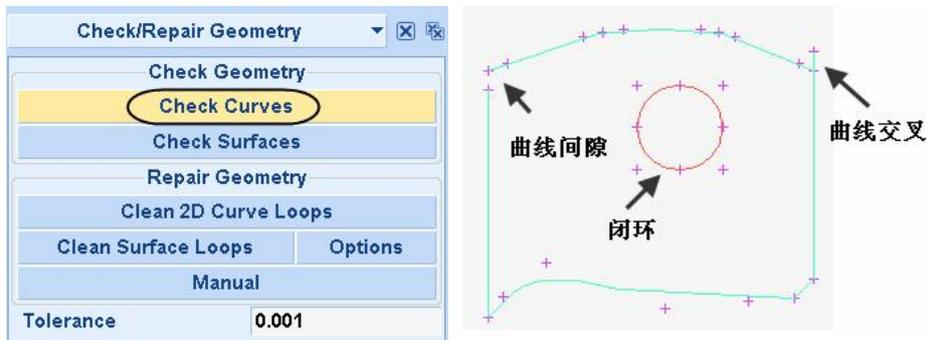
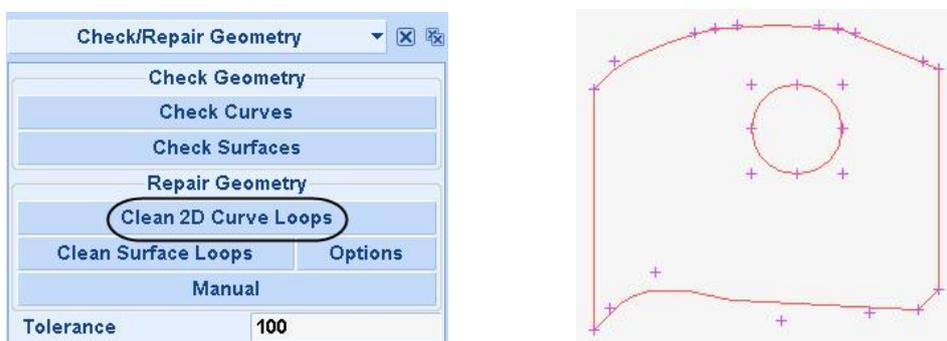

图 3-21 Check Curves 菜单及应用示例
图 3-22 Clean 2D Curve Loops 菜单及应用示例
**Check Curves (曲线检查)：**检查指定曲线的拓扑。系统会给出外环曲线的段数、闭合曲线的环数、开环曲线的数目、曲线的最小和最大边长。如果曲线依附于曲面，曲线在曲面参数空间的长度也会给出。Check Curves 菜单及应用示例如图 3-21 所示。在使用 Check Curves 命令时，Tolerance 应该尽量设置比较小的值，这样就会把很小的间隙或者交叉检查出来。图 3-21 右图所示的曲线存在间隙和曲线交叉。
Clean 2D Curve Loops (清除二维短线): 选用此命令删除长度小于给定误差的曲线，并闭合小间隙。菜单按钮如图 3-22 左图所示。对图 3-21 所示的开环曲线进行多余曲线的清除或间隙的闭合修复工作。注意此时需要调整容差，保证有问题的曲线可以被合并、清除。这里设置为 100。单击 Clean 2D Curve Loops → All Existing，清理和修复完后的结果如图 3-20 右图所示。从图中可见，小于容差的小的间隙和交叉都得到了修复，修复后曲线为闭环曲线。经过几何清理和修复后才能进行后续的“曲线布种子点”和“平面网格生成”的操作。如果曲线不是闭环，在平面网格划分时系统将提示由于曲线非闭环曲线网格划分失败的相关信息。